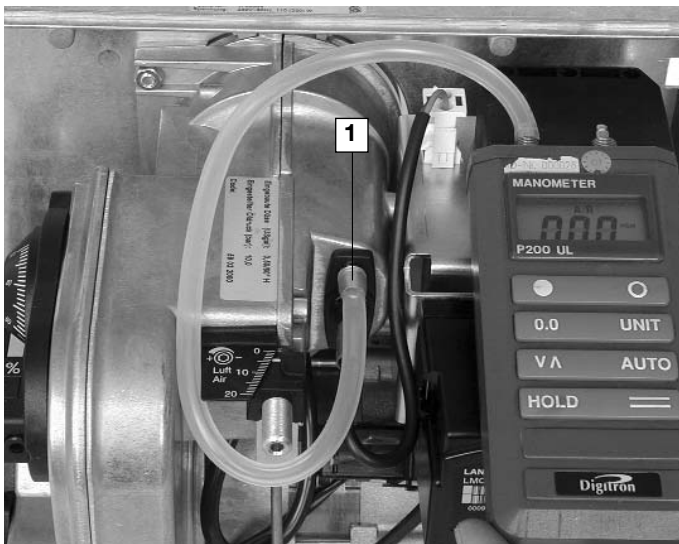
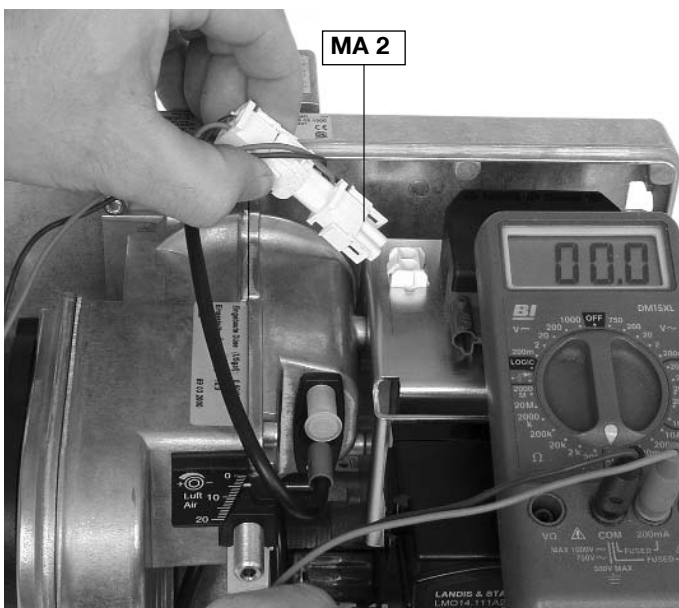

Abbildung 17 / Afb. 17 / Figure 17
Abbildung 18 / Afb. 18 / Figure 18
Die Gebläse- und Fotostrommessung ist am Druckmeßnippel (1) (siehe Abb. 17) durchzuführen.
Der Fotostrom ist mit einem DC-Mikroamperemeter in Reihe mit dem Fotowiderstand (+Pol auf Klemme 12, max 5 kOhm innerer Widerstand im Instrument) zu messen (siehe Abb. 18).
Meßadapter MA 2 (siehe Abb. 18) auf Wunsch lieferbar.
De ventilatordruk moet worden gemeten aan de drukmeetnippel 1 (zie afb. 17). De fotostroom moet met een DC-microampèremeter in serie met de fotoweerstand (+pool op klem 12, max 5 kOhm inwendige weerstand in het instrument) gemeten worden (zie afb. 18). De fotostroom moet tijdens het bedrijf tussen 55 mA en 100 mA bij 230 V~ liggen.
Meetadapter MA 2 (zie afb. 18) op wens leverbaar.
La mesure de la pression de soufflage se fait au raccord fileté prévu à cet effet (cf. fig. 17).
Le courant photo-électrique se mesure avec un ampèremètre à courant continu en série avec la résistance photo-électrique pôle + sur borne 12, max. 5 kOhm de résistance intérieure dans l'instrument) (cf. fig. 18).
Adaptateur de mesure MA 2 (cf. fig. 18) sur demande.